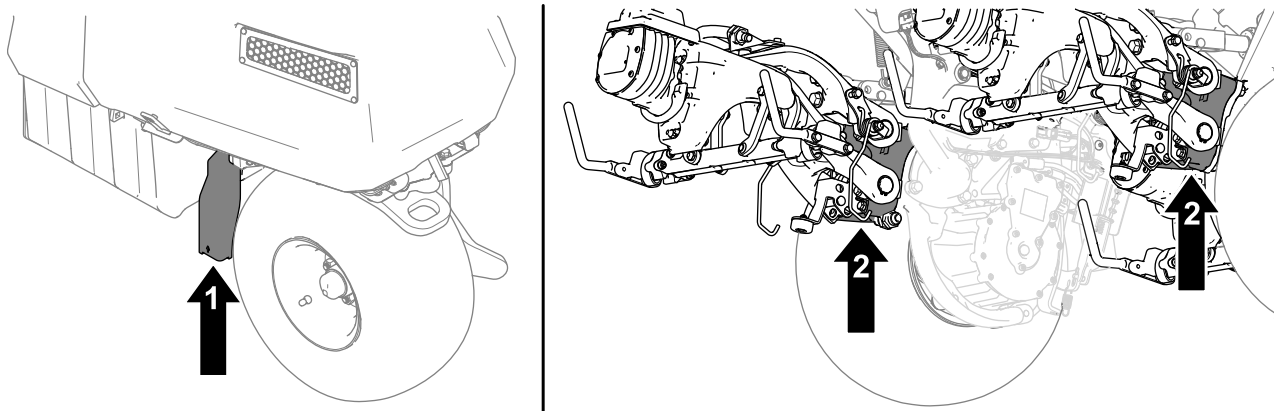

Bild 44
2. Die Maschine nach dem Aufbocken an den folgenden Stellen mit Ständern sichern (**Bild 44**):